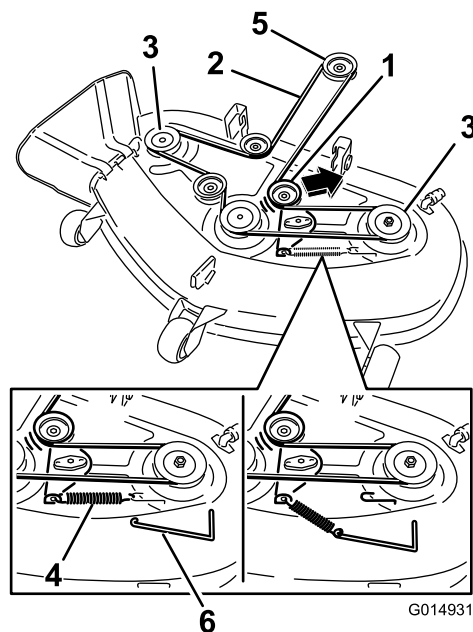

Figure 57
4. À l'aide d'un outil de dépose de ressort (réf. Toro 92-5771), décrochez le ressort du crochet sur le tablier pour éliminer la tension sur la poulie de tension et déchaussez la courroie des poulies (Figure 57).
5. Acheminez la courroie neuve autour de la poulie du moteur et des poulies du tablier de coupe (Figure 57).
6. À l'aide d'un outil de dépose de ressort (réf. Toro 92-5771), accrochez le ressort au crochet situé sur le tablier, ce qui a pour effet d'exercer une tension sur la poulie de tension et la courroie du tablier de coupe (Figure 57).